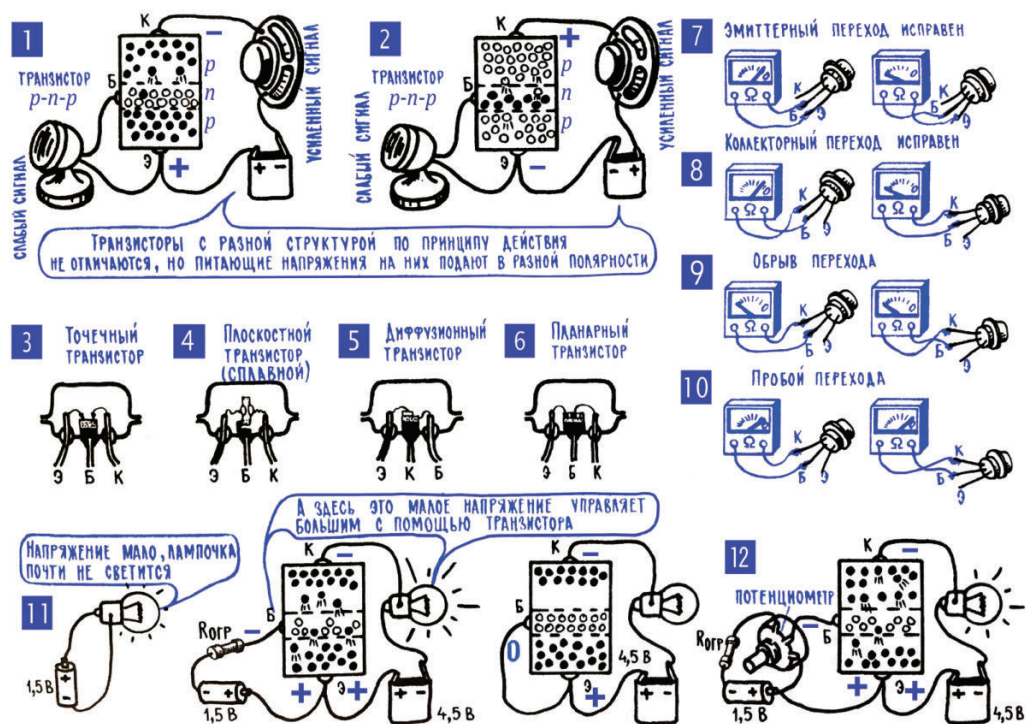
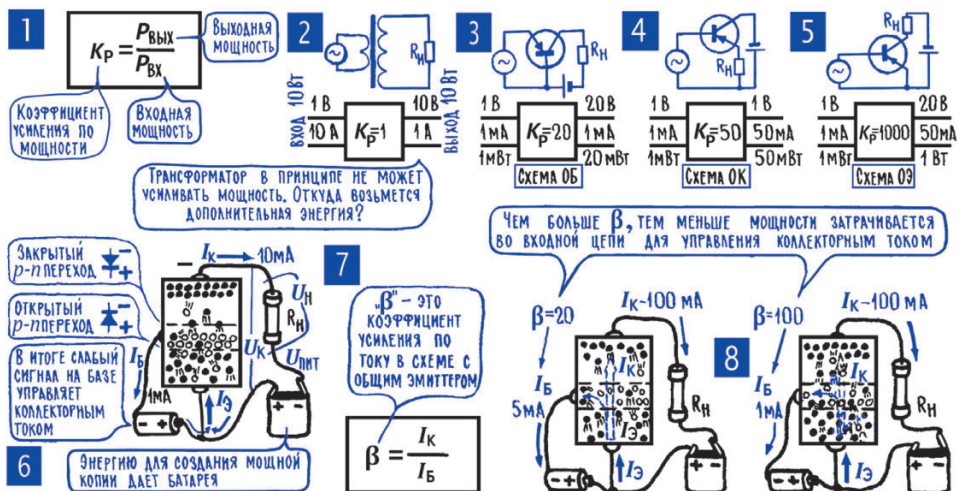

Рис. 9.8. Транзисторы
Рис. 10.1. Свойства транзистора
Можно сказать, что транзистор представляет собой два полупроводниковых диода с одной общей проводящей зоной (рис. 9.8). В зависимости от типа проводимости этой общей зоны могут быть и два типа транзисторов, с двумя разными последовательностями проводящих зон: *p-n-p* и *n-p-n* (рис. 9.8; 1, 2). Такие транзисторы с разной структурой, или, как их принято называть, транзисторы разной проводимости, не отличаются по принципу действия, по своим основным характеристикам и возможностям. Однако технология производства *p-n-p*-транзисторов в какое-то время была проще, удобнее, и тогда они стали основным типом полупроводниковых усилительных приборов. С того времени транзисторы со структурой *p-n-p* иногда называют транзисторами прямой проводимости, а со структурой *n-p-n*-транзисторами обратной проводимости.
16. Три зоны транзистора – эмиттер, коллектор и база; усиливаемый сигнал подводят к эмиттерному $p-n$ -переходу, усиленный получают в коллекторной цепи. Средняя зона транзистора называется базой, сокращенное обозначение – «Б». Это название идет с давних времен, если, конечно, здесь применимо само это слово «давний» – транзистор изобретен в 1947 году. Тогда существовали только точечные транзисторы, у которых средняя зона была конструктивным основанием, базой прибора (рис. 9.8; 3). Сейчас ни точечных, ни плоскостных (рис. 9.8; 4) транзисторов уже не делают, их полностью вытеснили более технологичные и совершенные сначала диффузионные, а затем и планарные⁴ приборы (рис. 9.8; 6), однако названия рабочих зон, в том числе и название «база», остались без изменений.
На рис. 9.8; 1, 2 в самом общем виде показана схема включения транзистора в усилитель электрических сигналов. Транзистор позволяет практически осуществить систему усиления электрических сигналов, в которой
В опыте с подключением лампочки непосредственно к батарейке 1,5 В (рис. 9.8; 11) красный светодиод может в принципе тускло светиться (в зависимости от того, насколько батарейка новая), поэтому лучше выбирать других цветов – они гарантированно при таком напряжении светиться не будут. В эксперименте на рис. 9.8; 12 для современных транзисторов с большим коэффициентом передачи тока (β , см. гл. 10; 3, рис. 10.1; 7) переменного резистора с максимальным сопротивлением 1 кОм может не хватить – лампочка (светодиод) будет светиться одинаково при любом положении потенциометра. Лучше взять заведомо большее переменное сопротивление: 20–30 кОм и более (в зависимости от транзистора). Не забывайте про ограничительный резистор $R_{\text{огр}}$ (100 Ом) – его отсутствие может привести к выгоранию перехода эмиттер–база.
Первая серия опытов (рис. 9.8; 7, 8; в мысленном эксперименте вместо омметра вполне можно включить лампочку и батарейку: чем ярче светится лампочка, тем, значит, больше ток и, следовательно, меньше сопротивление) – предварительная, она лишь подтверждает, что в p - n - p -транзисторе есть два p - n -перехода и его можно рассматривать как два диода с общей зоной n . Транзистор типа p - n - p мы выбрали для определенности, но мож-
Вторая серия опытов начинается с того, что лампочку на 3,5 В мы подключаем к источнику с напряжением 1,5 В и убеждаемся, что лампочка не горит. Однако напряжение 1,5 В можно использовать для зажигания лампочки, если управлять этим процессом через транзистор (рис. 9.8; 11). Здесь энергию для свечения лампочки дает коллекторная батарея 4,5 В, а напряжение 1,5 В от элемента лишь подает команду «Светить!» ($R_{\text{огр}} = 100 \text{ Ом}$ ограничивает базовый ток; этот резистор нужен во всех случаях, когда мы от мысленных экспериментов переходим к опытам «в металле» и при этом напряжение на базу подаем от отдельной батареи).
Следующий шаг: плавное изменение управляющего напряжения с помощью переменного резистора (рис. 9.8; 12) – ток в коллекторной цепи (о нем можно судить по яркости свечения лампочки) следует за всеми изменениями входного напряжения. Значит, если подать на вход транзистора, то есть подвести к эмиттерному $p-n$ -переходу, реальный электрический сигнал, то в коллекторной цепи появится его мощная копия.
18. Открытый эмиттерный $p-n$ -переход «выстреливает» заряды в коллекторный $p-n$ -переход и тем самым меняет его сопротивление, управляет коллекторным током. Прежде всего обратите внимание на то, в какой полярности поданы напряжения на эмиттерный и коллекторный $p-n$ -переходы в $p-n-p$ -транзисторе. Коллекторная батарея подключена «минусом» к коллектору и «плюсом» к базе (в наших схемах «плюс» соединен с базой через эмиттер, но бывают схемы, где они соединяются непосредственно), и поэтому коллекторный переход, по сути дела, представляет собой диод, включенный в обратном направлении, сопротивление его очень велико (см. рис. 10.1; 6 в главе 10).
Итак, мы нашли нужную пару независимых и в то же время «пересекающихся» физических процессов: ток в цепи эмиттер–база и коллекторный ток. Образно говоря, мы нашли «заслонку», которую искали (гл. 9; 4), нашли способ менять сопротивление реостата (коллекторная цепь) с помощью электрического сигнала (напряжение на участке база–эмиттер). Но сможет ли эта пара процессов, сможет ли наш реостат, управляемый электрическим сигналом, давать усиление? Будет ли изменение мощности в коллекторной цепи больше, чем затраты мощности на создание тока в цепи эмиттер–база? Ответ на этот принципиальный вопрос – усилитель или ослабитель? – был получен нами еще «до того», в нескольких простейших экспериментах (рис. 9.8; 11, 12), доказавших: с помощью транзистора можно усиливать электрические сигналы. И, вдохновившись этим приятным «транзистор – да!», попробуем в деталях выяснить, что конкретно делает транзистор в усилителе сигналов, сколько чего получает и отдает.
1. **Мощность усиленного сигнала выделяется в нагрузку.** Чтобы от общих представлений об усилителях, от усилителя в принципе, сделать первый шаг к конкретным усилительным схемам, нужно включить в цепь, где проходит коллекторный ток, нагрузку. Именно нагрузка отбирает у меняющегося коллекторного тока мощность, отбирает мощность у «мощной копии» сигнала, превращает ее в звук, в свет на экране, в какое-либо действие в системе автоматического управления или, наконец, просто в более мощный электрический сигнал, который подвергается дальнейшей обработке. Соответственно, в качестве нагрузки может быть включен громкоговоритель, светодиод, исполнительное устройство электронного автомата. Но для электрических цепей усилителя все они не более чем потребители энергии, такие же, как резисторы. И, интересуясь пока только «электрическими событиями» в транзисторном усилителе, будем считать его нагрузкой обычный резистор R_H (рис. 10.1; 6). Тем более что очень часто, когда от усилителя требуется просто более мощный электрический сигнал, именно резистор включен в коллекторную цепь.
На рис. 10.1 показано несколько примеров того, что может произойти с мощностью электрического сигнала в некотором условном его преобразователе – он изображен в виде квадрата. Цифры в примерах подобраны так, чтобы без громоздких вычислений можно было уловить суть дела. Первый пример относится к трансформатору и подтверждает, что он не увеличивает мощность сигнала¹. Мощность могут повысить разные схемы транзисторных усилителей, но делают они это по-разному. Схема с общей базой (ОБ) повышает мощность, увеличивая напряжение сигнала (об этом принято говорить так: схема дает усиление по напряжению), схема с общим коллектором (ОК) – за счет увеличения тока (усиление по току), а схема с общим эмиттером (ОЭ) – увеличивая и ток и напряжение, причем, как правило, в различное число раз. Нужно, по-видимому, пояснить, что термины «общая база» ОБ, «общий коллектор» ОК и «общий эмиттер» ОЭ отражают особенности включения самого транзистора в схему усилителя. Об этих особенностях речь впереди (см. гл. 12; 8–16), а пока знакомство с транзисторным усилителем продолжим на примере самой распространенной его схемы с общим эмиттером ОЭ, которая, кстати, рассматривалась и во всех предыдущих примерах (рис. 9.8, рис. 10.1; 6).
несколько более глубоко отражающими суть дела: чем больший коллекторный ток I_k создается сигналом, который создает при этом во входной цепи ток I_{σ} , тем выше усиление по току. И наконец, третье описание сложившихся взаимоотношений между токами транзистора: отношение I_k к I_{σ} называется «коэффициент усиления по току» β , и чем выше этот коэффициент β , тем лучше транзистор усиливает ток (рис. 10.1; 7, 8).